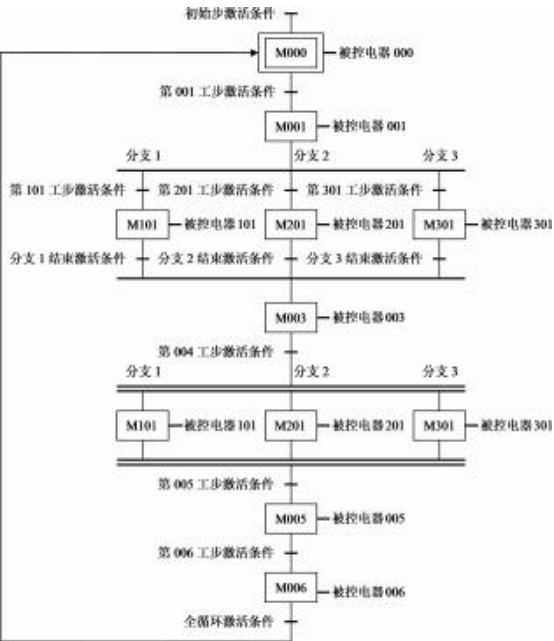

图 15 拼装出来的咖啡自动售卖机控制系统步进图模板
②由于全选结构步进图模板在图 15 中处于第 004 工步，因此，我们把全选部分的 M101、M201 和 M301 更改成 M401、M402 和 M403，相应的把全选部分的被控电器 101、被控电器 201 和被控电器 301 更改成被控电器 401、被控电器 402 和被控电器 403。